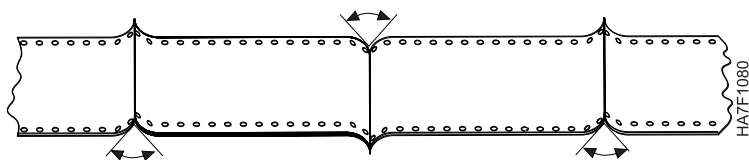

図 16. 折り畳み復元力
1. 用紙スタックから最初の 5 から 10 ページ分を、図 16 のように持ち上げます。